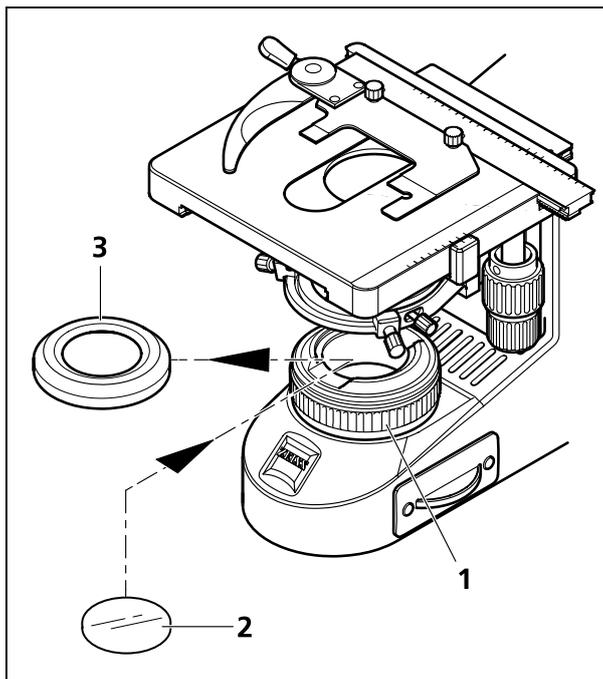

Bild 12 Farbfilter einsetzen
- Abdeckkappe (Bild 12/3) von der Leuchtblende (Bild 12/1) abschrauben.
- Gewünschtes Filter – gelb, grün oder blau – (Bild 12/2) auf die Auflagefläche der Leuchtblende legen und Abdeckkappe wieder aufschrauben.